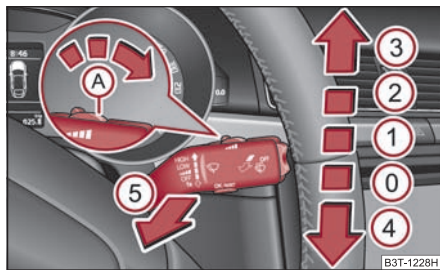

Fig. 73 Palanca de limpiaparabrisas
La palanca de limpiaparabrisas ⇒ fig. 73 tiene las siguientes posiciones:
- Si está conectado el barrido lento ② o rápido ③ ⇒ **página 74, fig. 73** y la velocidad del vehículo disminuye por debajo de 4 km/h se conectará la velocidad de barrido inmediatamente inferior. En caso de aumentar la velocidad a más de 8 km/h se restablecerá el anterior barrido.
Los faros se limpiarán después del primer y tras cada quinto rociado del parabrisas si está conectada la luz de cruce o de carretera y se ha mantenido la palanca del limpiaparabrisas durante aprox. 1 segundo en la posición ⑤ ⇒ **página 74, fig. 73.**
- A continuación, empujar en el transcurso de 10 segundos la palanca del limpiaparabrisas a la posición ④ ⇒ página 74, fig. 73 - los brazos de las escobillas se desplazarán a la posición de servicio.